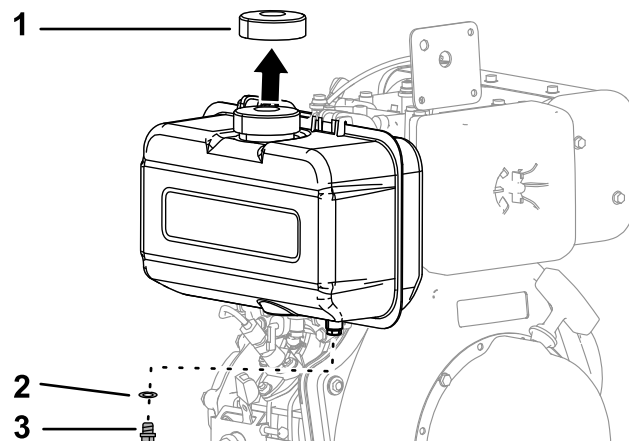

Рисунок 25
3. Снимите крышку топливного бака (Рисунок 25).
4. Снимите пробку сливного отверстия и уплотнительную прокладку, чтобы слить топливо (Рисунок 25).
10. Установите сливную пробку с новой уплотнительной прокладкой (Рисунок 25).